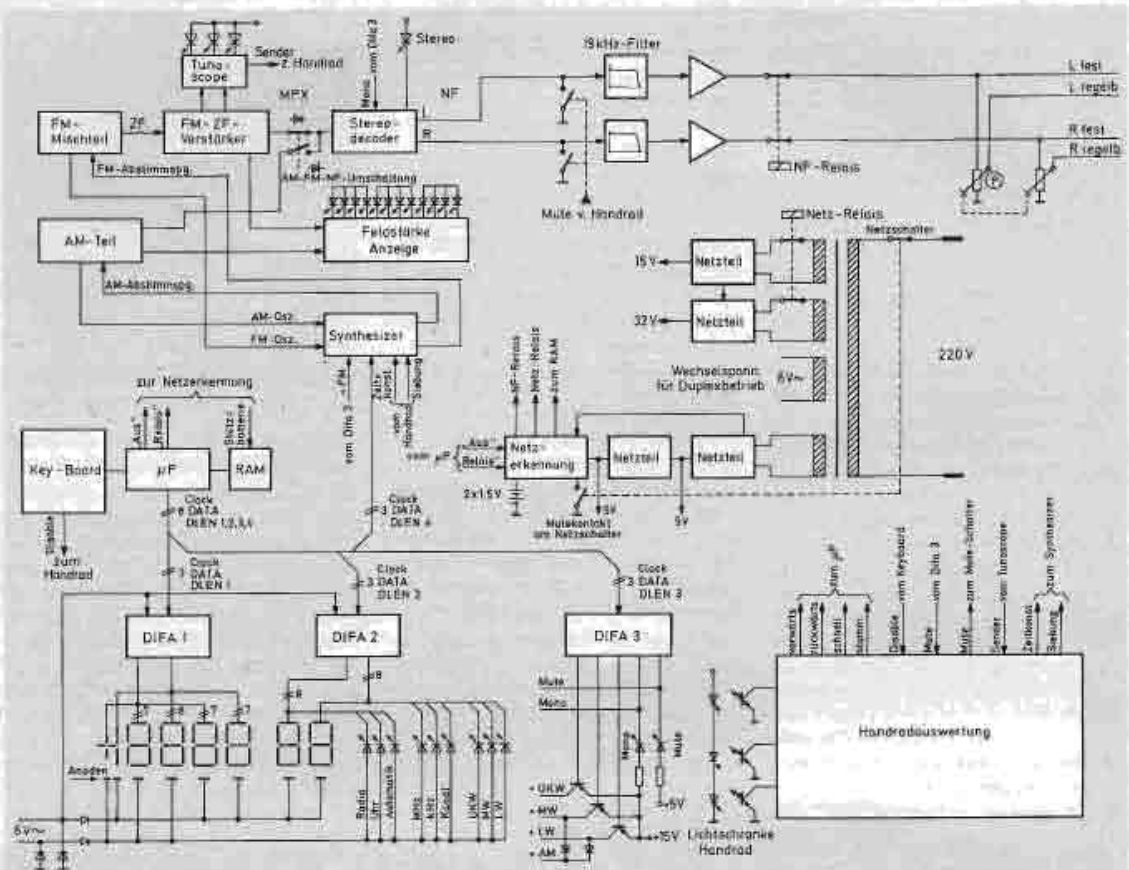

Bild 20 Blockschaltbild des T 5000
**Blockschaltbild T 5000 (Bild 20)**